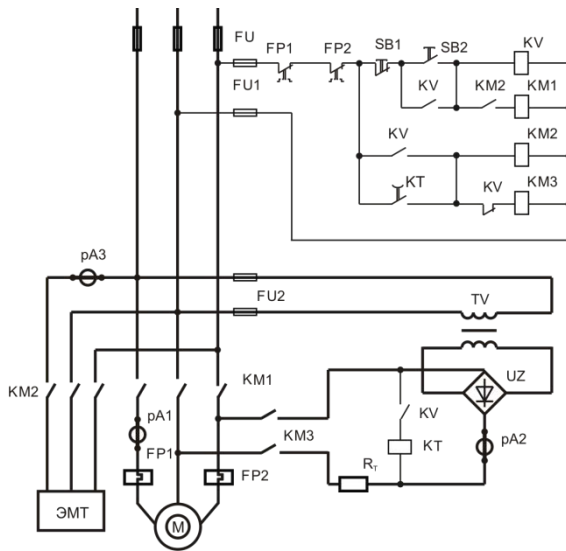

Рис. 4
5. Определить состав схемы (рис. 4), найти элементы схемы на щите. Собрать схему, проверить работу двигателя в процессе пуска и торможения. Продемонстрировать работу.